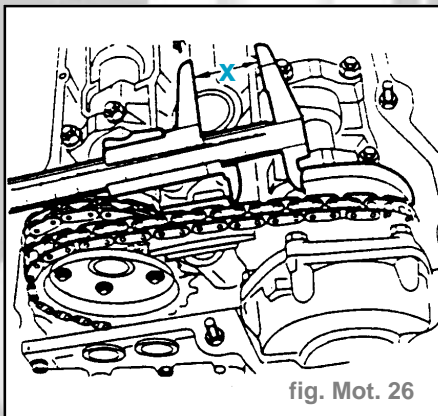

fig. Mot. 26
- Noter la valeur mesurée (fig. Mot. 26).
- Mesurer la distance entre le tendeur secondaire et l'arête de la roue du transmetteur. Noter la valeur mesurée (fig. Mot. 26).